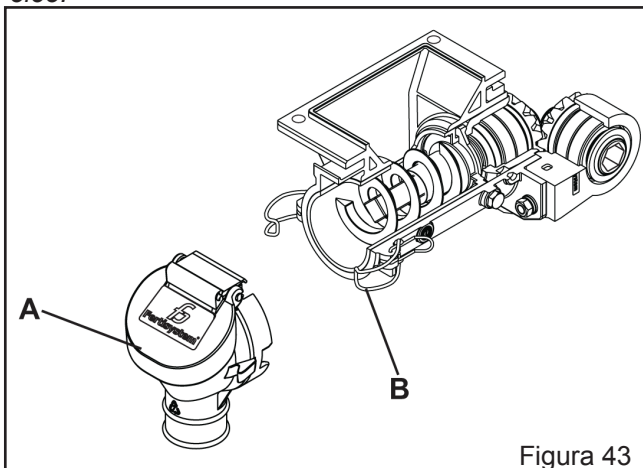

Figura 43
- Desmonte o boca "A", através do engate rápido "B" (Figura 43).